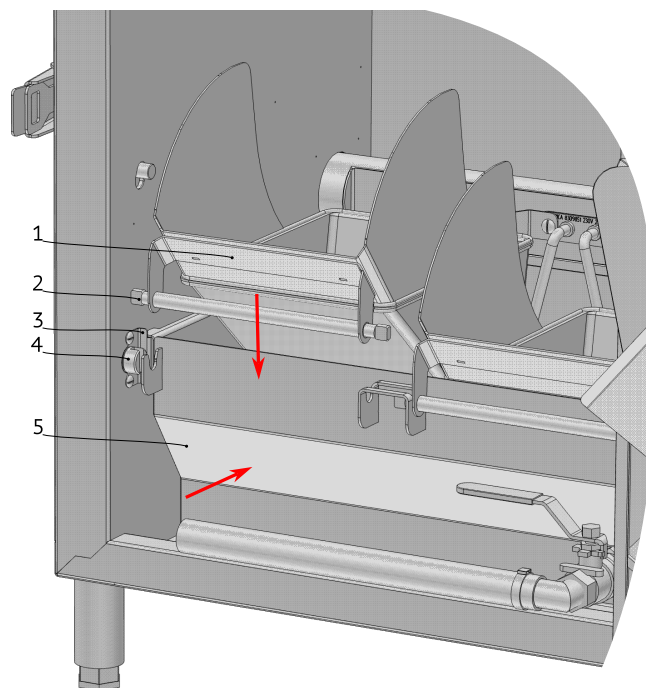

Рисунок 3
9. Установите ванну (5) в изделие так, чтобы её край оказался за упором (3), см. Рис. 3.
11. Установите корзину (1) в ванну так, чтобы вал корзины (2) вошёл в зацепление с приводным валом (4), см. Рис. 3. Вторую корзину установите аналогичным образом.